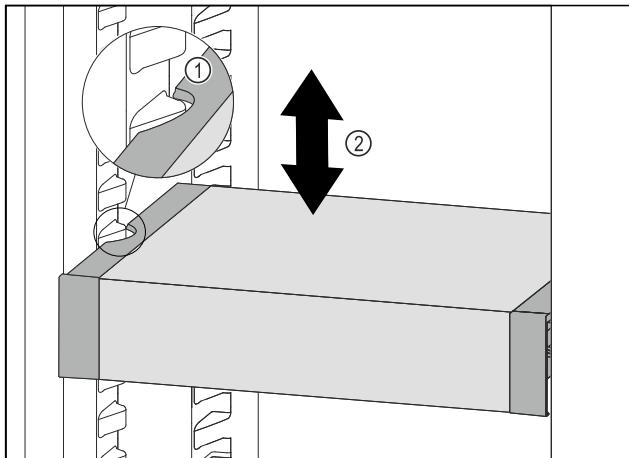

Fig. 73
- ▶ Потягнути VarioSafe вперед, поки бокові заглиблення VarioSafe не опиняться на рівні ребра для резервуара в охолоджувальному відділенні. Fig. 73 (1)
- ▶ Пересуваите VarioSafe вгору або вниз в охолоджувальному відділенні до тих пір, поки не досягнете бажаної висоти. Fig. 73 (2)